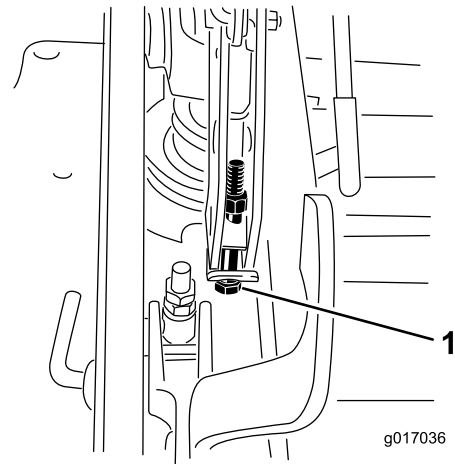

Figure 110
12. Si le tablier est trop bas, serrez le boulon de réglage monopoint dans le sens horaire. Si le tablier est trop haut, desserrez le boulon de réglage monopoint dans le sens antihoraire (Figure 110).